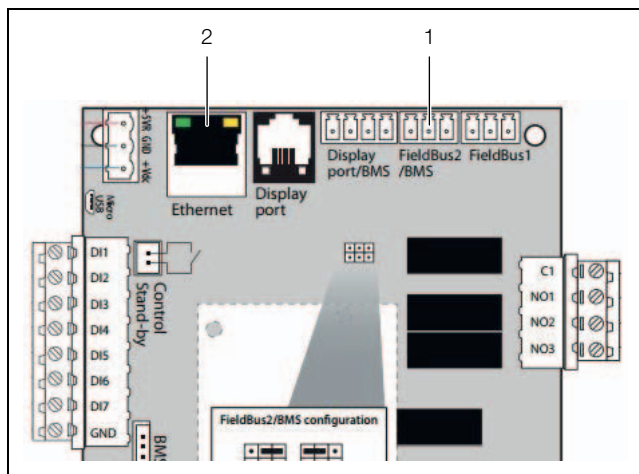

Fig. 22: Collegamenti
- Utilizzare la porta «FieldBus2» della scheda (fig. 22, pos. 1), per collegare l'apparecchio e monitorarlo tramite pagine web.
- Utilizzare la porta «Ethernet» della scheda (fig. 22, pos. 2), per collegare l'apparecchio a un dispositivo di monitoraggio tramite le pagine web.